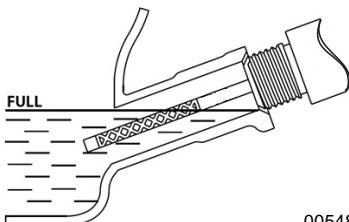

Figure 4-2. Plage de niveau sécuritaire
5. Voir **Figure 4-2**. Pour vérifier le niveau d'huile, insérer la jauge dans l'orifice de remplissage sans visser le bouchon.
9. Voir **Figure 4-2**. Pour vérifier le niveau d'huile, retirer l'entonnoir et insérer la jauge dans l'orifice de remplissage sans la visser.